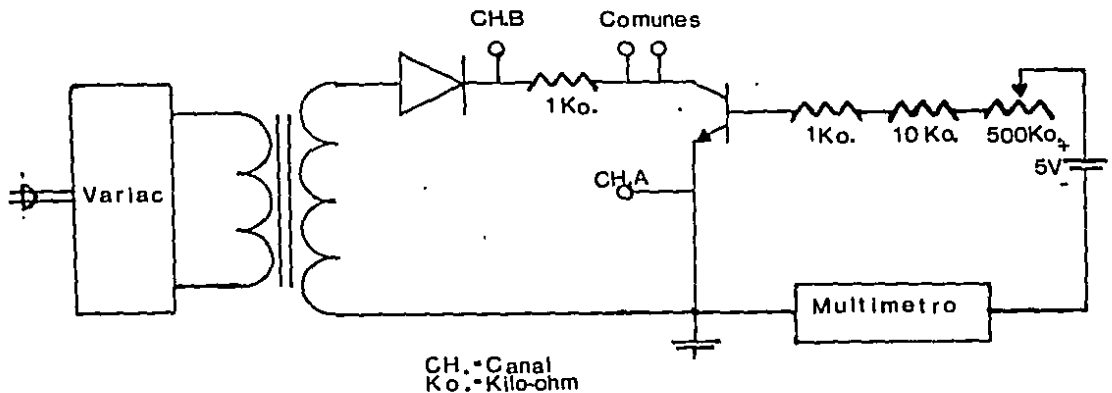

FIGURA 1
- 1.- Revise todos los componentes del circuito y construya el circuito de la figura 1.